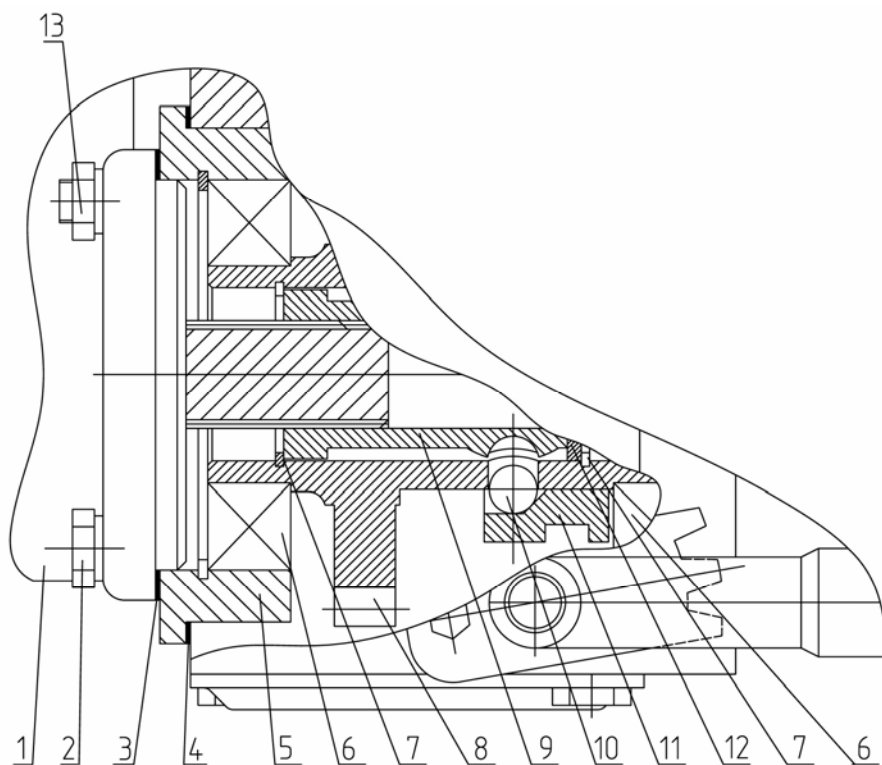
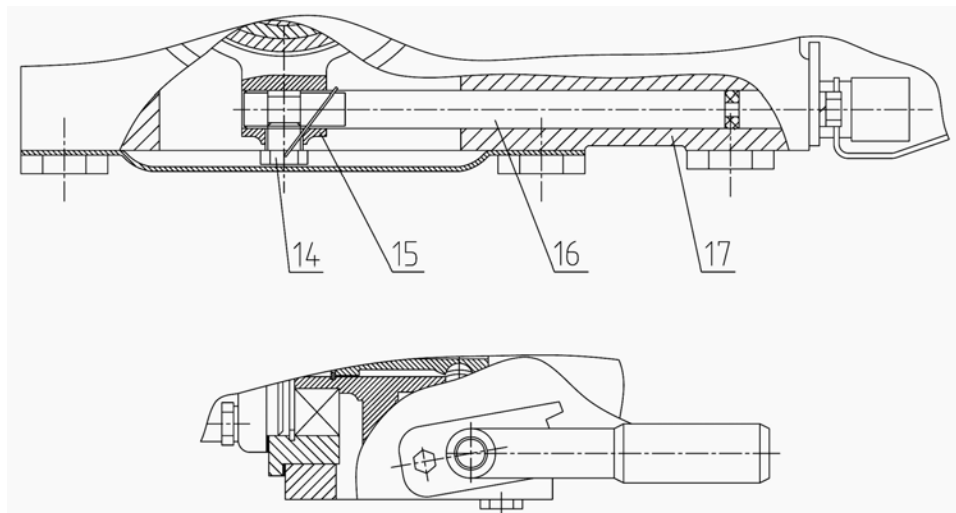
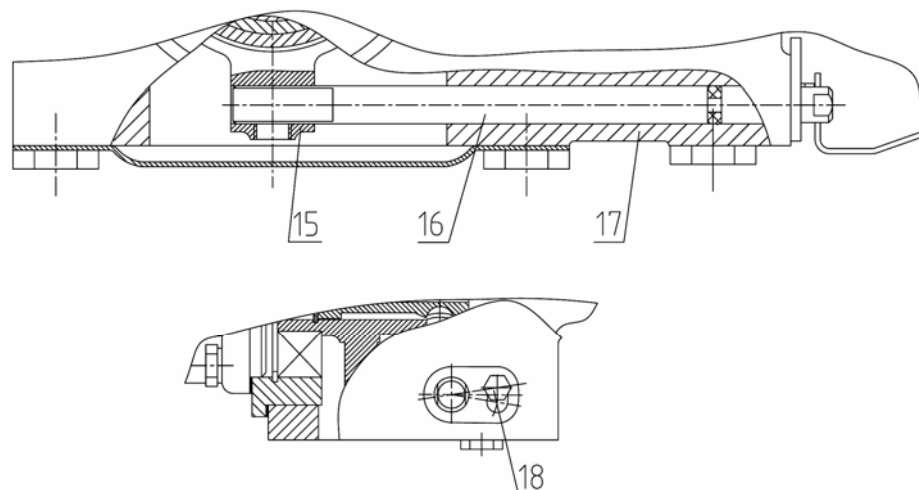

Рисунок 9.5
Рисунок 9.6
Рисунок 9.7
- б) отверните болты 2 (рисунок 9.5) и гайки 13 крепления насоса 1 к маслобаку 17 (рисунок 9.6);
- в) снимите насос 1 (рисунок 9.5) и прокладку 3;
- г) расшплинтуйте болт 14 (рисунок 9.6) крепления вилки 15 на валу 16 и выверните его;
- е) заверните два демонтажных болта во фланец стакана 5 (рисунок 9.5) и достаньте стакан с прокладкой 4;
ПРИМЕЧАНИЕ: В случае комплектации привода без рукоятки вилка 15 (рисунок 9.6) на валу 16 не фиксируется, крепление вала 16 осуществляется болтом 18 (рисунок 9.7) к маслобаку 17.